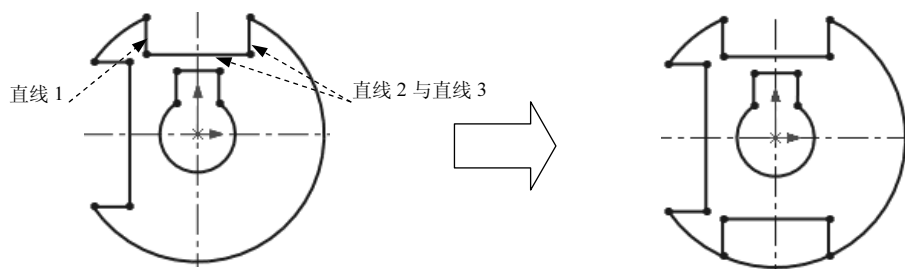

图 2.9 镜像草图 1
(1) 选择命令。选择下拉菜单 **工具(T)** → **草图工具(T)** →  **镜向(M)** 命令。
(2) 定义镜像对象。在图形区中选取图 2.9 所示的直线 1、直线 2 和直线 3 作为镜像对象。
(3) 定义镜像中心线。选取水平中心线作为镜像中心线，结果如图 2.9 所示。